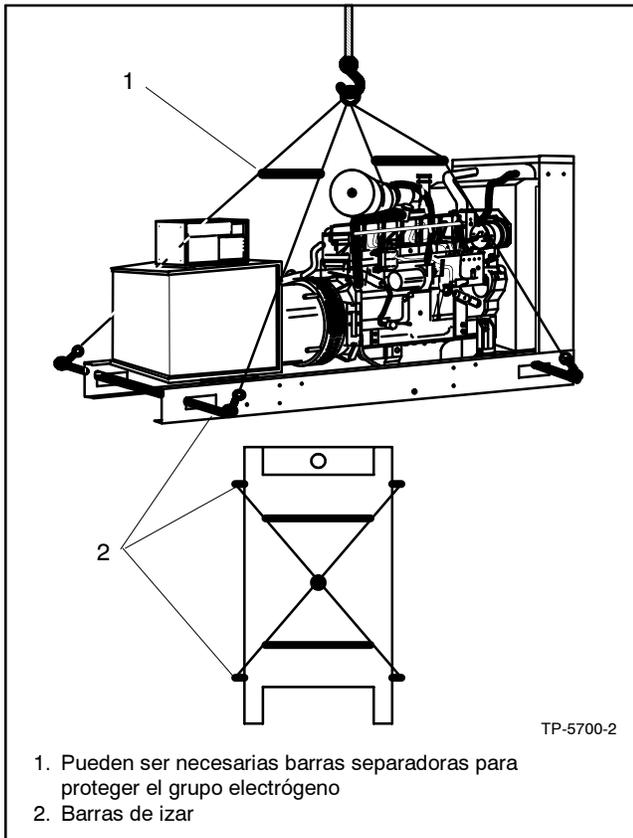

Figura 2-3 Grupo electrógeno con barras de izaje en el patín
- Ice el grupo electrógeno insertando las barras que se extienden por los orificios de izamiento del patín y luego conectando los ganchos de izar a las barras. Consulte la Figura 2-3. Escoja barras de un tamaño que puedan soportar el peso del grupo electrógeno y sujete los ganchos de izar para evitar que se deslicen de los extremos de las barras. Use las barras separadoras si los cables de izar entran en contacto con los componentes del grupo electrógeno.